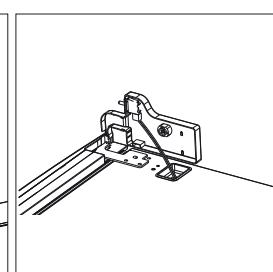

Afb. 14
- ▶ Schroef het onderste scharnier (8) met de beide bevestigingsschroeven vast.
- ▶ Schroef de pootjes (9) in.
- ▶ Zet het apparaat weer rechtop. Lijn het dan door in- of uitdraaien van de pootjes (9) horizontaal uit.
- ▶ Bevestig vervolgens de deur van het vriesgedeelte (7) op het onderste scharnier (8), door de uitsparing aan de onderkant van de deur van het vriesgedeelte (7) op de tap te plaatsen.
- ▶ Houd de deur van de vriesruimte (7) gesloten.
- ▶ Verplaats het middelste scharnier (6) naar de linker- kant.
- ▶ Plaats de twee vulringen op de tap van het middelste scharnier en plaats de tap in de deur van het vriesge- deelte (7).
- ▶ Bevestig het middelste scharnier (6) met de beide schroeven en een kruiskopschroevendraaier (afb. 14).